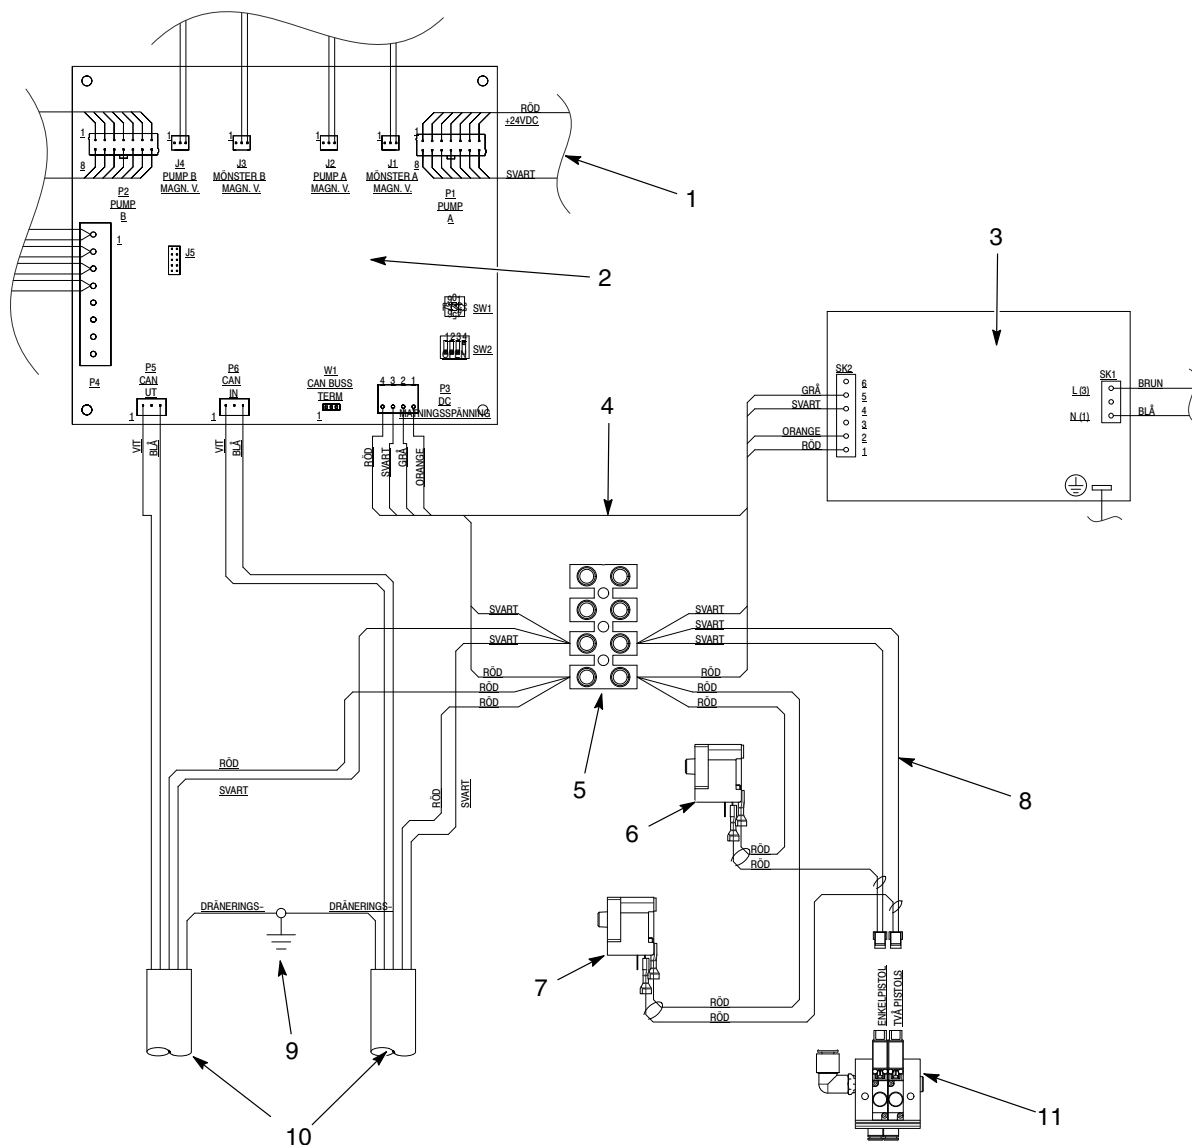

Bild 3 Systemschema (två-pistolers system visat)
Se bild 3 som visar anslutningarna.
3. Installera nya kablar så som beskrivs i bild 3, ref. 10.
Se bild 3, ref. 8 som visar anslutningarna.
1. Anslut kablagen (8) till kontaktblocket (5) och tryckvakten (6).
2. För system med två pumpar, anslut kablagen till den andra tryckvakten (7).